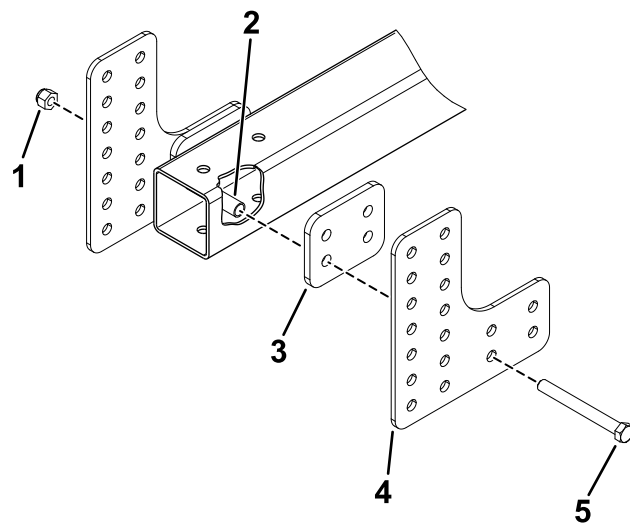

Figura 3
- Para acopladores para reboques com tubagem de 5,1 cm: utilize 2 parafusos, 1 espaçador do engate, e 2 porcas de bloqueio para prender as placas do acoplador ao acoplador para reboques: Posicione o espaçador dentro do acoplador para reboques (Figura 3).
- Para acopladores para reboques com tubagem de 6,35 cm: utilize 2 parafusos, 2 placas de engate ajustáveis, 1 espaçador do engate, e 2 porcas de bloqueio para prender as placas do acoplador ao acoplador para reboques (Figura 3).